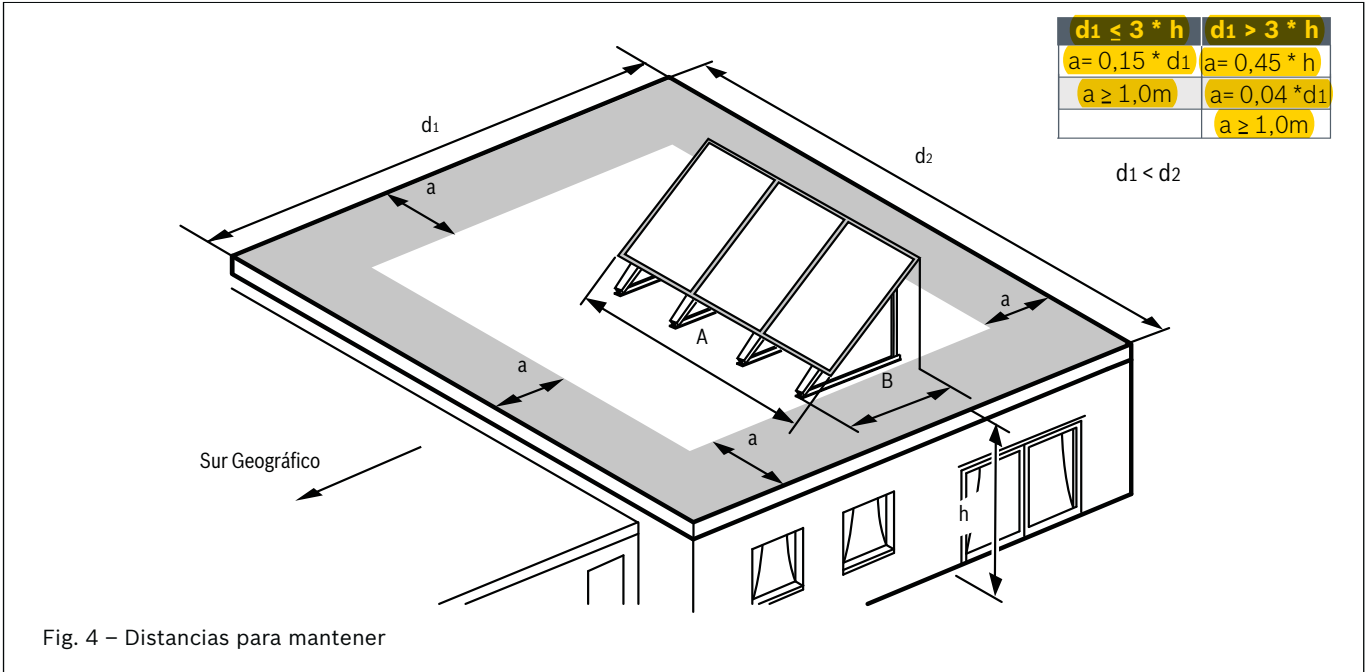

Fig. 4 – Distancias para mantener
INDICACIÓN: Para disminuir el empuje generado por el viento recomendamos mantener las distancias mínimas “a” mencionadas anteriormente siguiendo las fórmulas en la fig. 4. Aplicar las fórmulas de acuerdo con las dimensiones VW VW[XU]a y determinar el área de colectores, utilizar aquella de mayor valor.
• Utilice las distancias mínimas A y B de la tabla 4 para saber el área mínima de la batería de calentadores.(Fig.4).